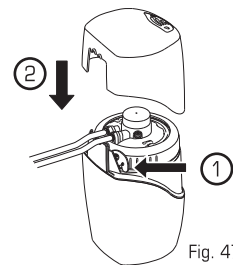

Fig. 47
7. **Almacene** la herramienta de remoción para uso futuro (1). **Coloque** la Tapa superior en la Base (2) (Fig. 47).